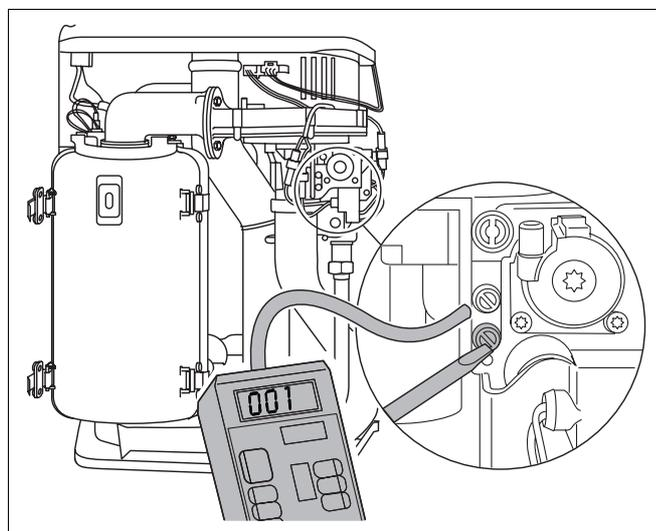

Fig. 25 Misurare la pressione di collegamento del gas
- Allentare di due giri la vite di chiusura del nippel di prova per la pressione di collegamento gas (fig. 25).